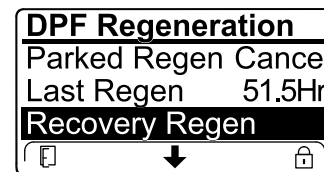

Bild 60
- Wenn der Motorcomputer keine Wiederherstellung-Regenerierung anfordert hat und Sie auf die Option RECOVERY REGEN. navigieren, ist die Wiederherstellung-Regenerierung gesperrt und das Schloss-Symbol (Bild 60) wird unten rechts im InfoCenter angezeigt.